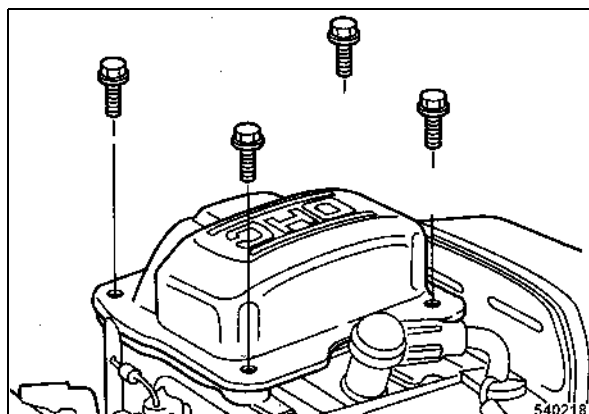

fig. 44
- Dévisser les vis de fixation du cache-culbuteur (fig. 44).